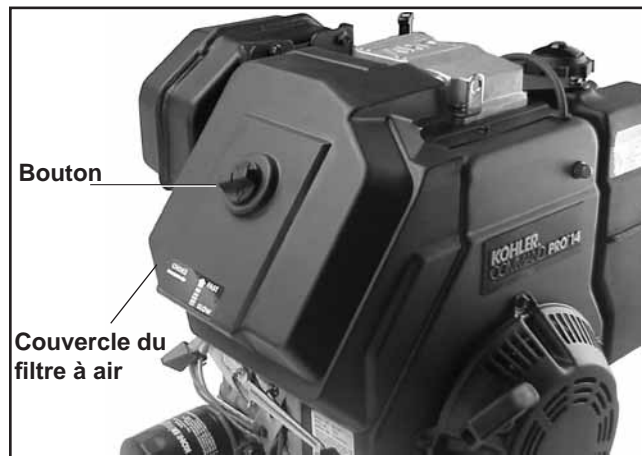

Figure 9-4. Dépose du couvercle du filtre à air.
1. Retirer le bouton et le couvercle du filtre à air. Voir la figure 9-4.